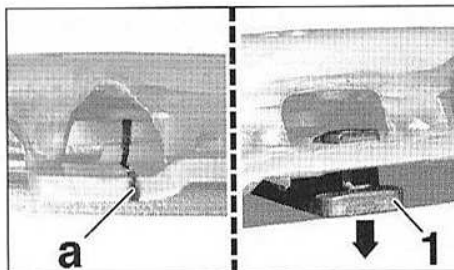

FIG.2
- Repérer la position du système de rattrapage d'usure par l'une des fenêtres du mécanisme d'embrayage en (a) (Fig.2).
- Contrôler que la butée (1) se libère progressivement, sinon appuyer suivant la flèche afin de libérer la butée (Fig.2).